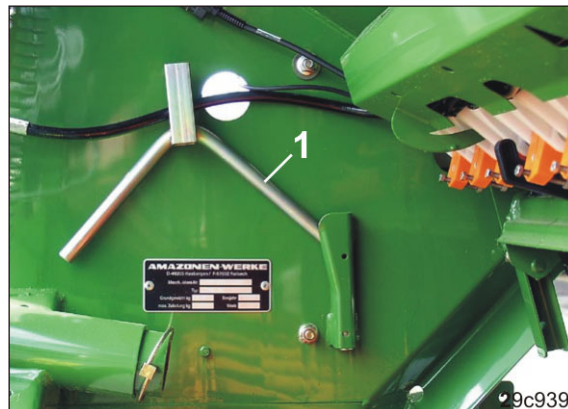

Рис. 81
10. Рукоятку для установки нормы высева (Рис. 81/1) выньте из крепления под семенным бункером.